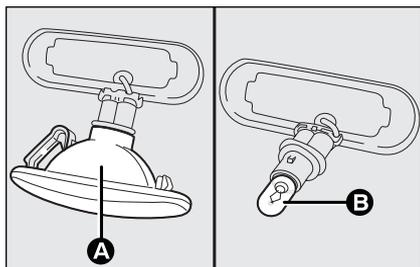

fig. 28
- estrarre il trasparente **A**-fig. 28 dal portalamпада (è inserito a pressione);